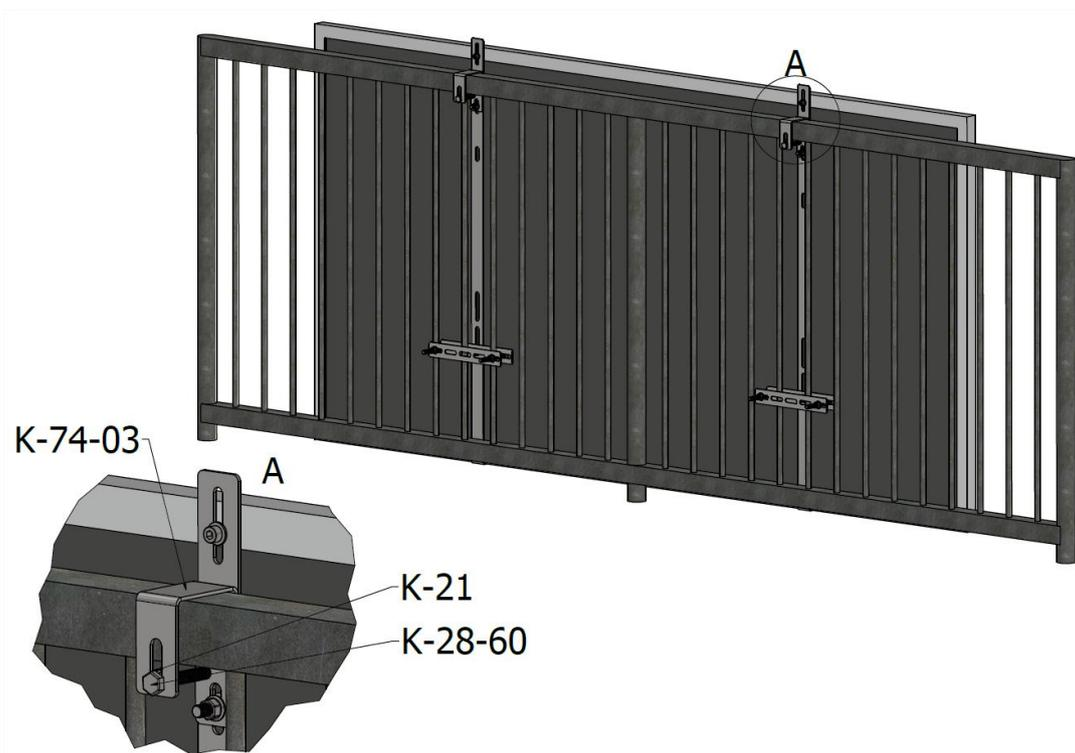

ABB.9 Einbau der Sicherheitsschraube
8. Im nächsten Schritt wird die Sechskantschraube K-28-60 in das vorbereitete Loch im Element K-74-03 gesteckt und auf der gegenüberliegenden Seite mit der Mutter K-21 verschraubt (ABB.9). Dieser Bolzen soll das Bauwerk vor dem Absturz schützen.